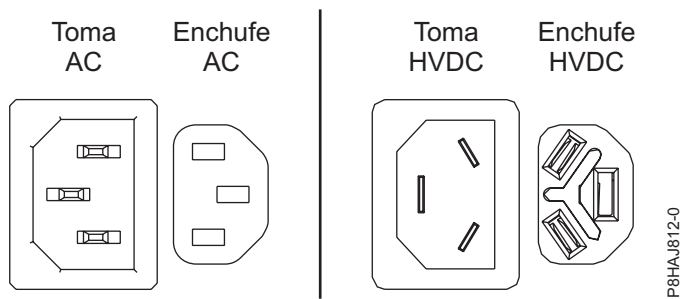
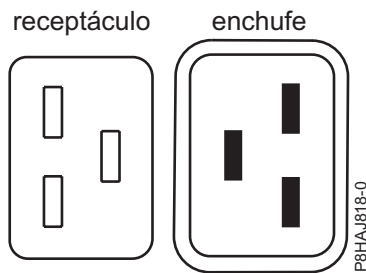
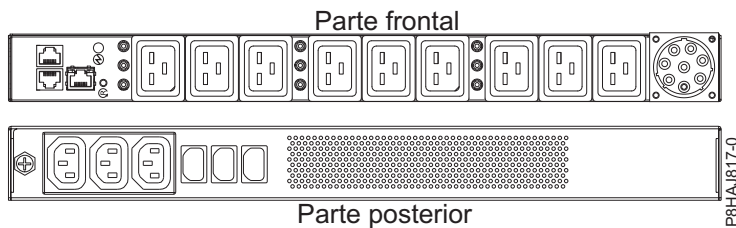

Figura 48. Conectores de CA y HVDC
Figura 49. Conectores para el sistema 8408-44E
Figura 50. PDU para el sistema 8408-44E
En Figura 48 se muestran los conectores admitidos de corriente alterna (CA) y de corriente directa de alto voltaje (HVDC). En Figura 49 y en Figura 50 se muestran los conectores admitidos y la unidad de distribución de alimentación (PDU) para 8408-44E.